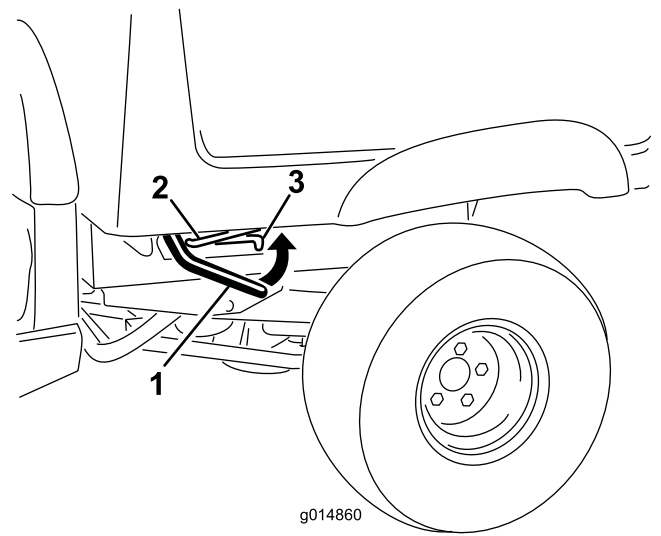

図 17
1. 荷台の右側または左側でレバーを引き上げ、荷台を持ち上げる (図 17)
2. プロップ・ロッドを固定スロットにはめ込んで荷台を固定する (図 17)。